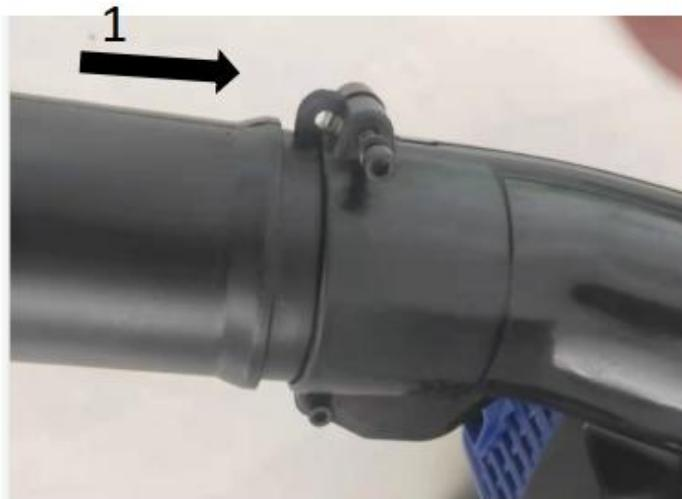

Рисунок 1
### ИСПОЛЬЗОВАНИЕ В КАЧЕСТВЕ ОБДУВАТЕЛЯ (рис.1, 2, 3, 4).
- снимите винт воздуховыпускного патрубка двигателя, совместите отверстие для крепления первой воздуходувной трубы с выступом воздуховыпускного отверстия и вставьте первую воздуходувную трубку (рис.1).